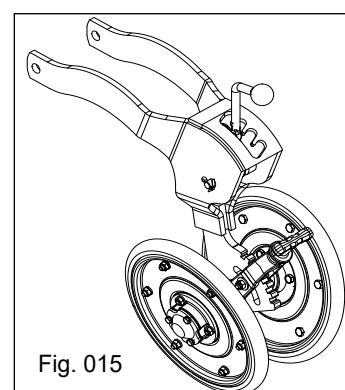

Fig. 015
- **Bandas compactadoras de sementes** (Fig. 015):